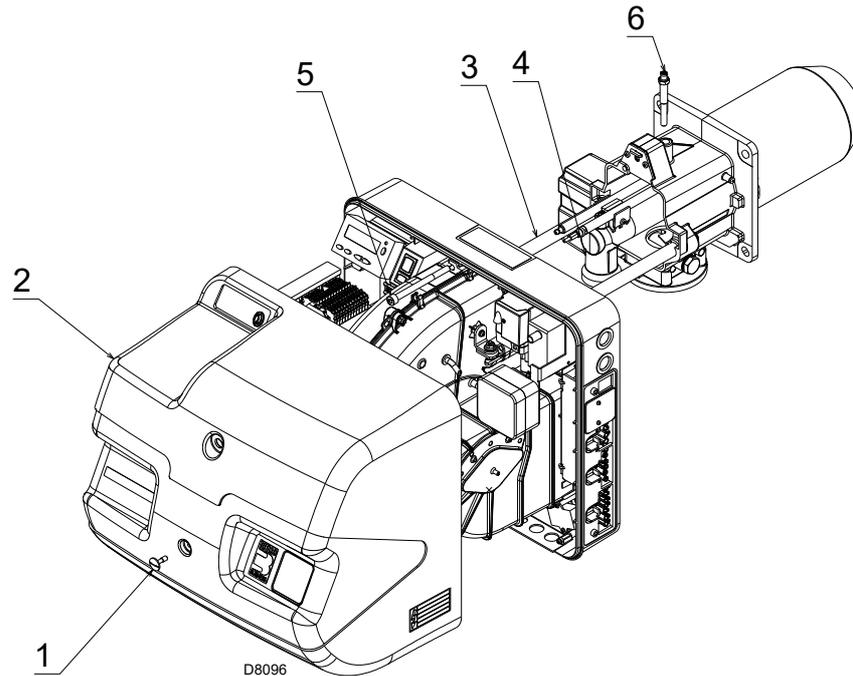

Fig. 39
- Desserrer la vis 1)(Fig. 39) et déposer le capot 2).
- Déposer la vis 5)(Fig. 39) et reculer le brûleur sur les glissières 3) sur environ 100 mm.
- Visser la vis 5)(Fig. 39) et tirer délicatement vers l'extérieur les câbles de la sonde et de l'électrode, jusqu'à les mettre légèrement en tension.